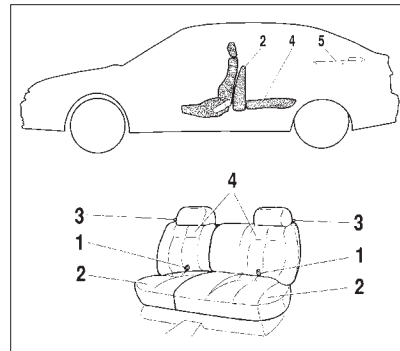

Рис. 18. Заднее сиденье
- потяните за петли 1 (рис. 18) и
– демонтируйте подголовники заднего сиденья 8, установите их в транспортное положение, вставив в установочные отверстия на основании подушки 2, находящейся в вертикальном положении, а затем, прилагая небольшое усилие к спинке 4 в направлении назад, потяните рукоятку 3 замка вверх, освободите спинку 4 и уложите ее, как показано на рис. 18.